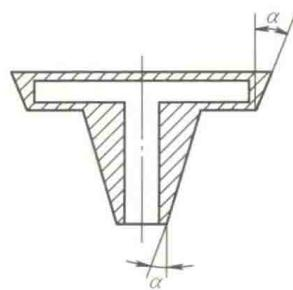

图 2-4 带斜度的加工余量
- 1) 将斜度包含在加工余量里，加工后就没了（见图 2-4）。